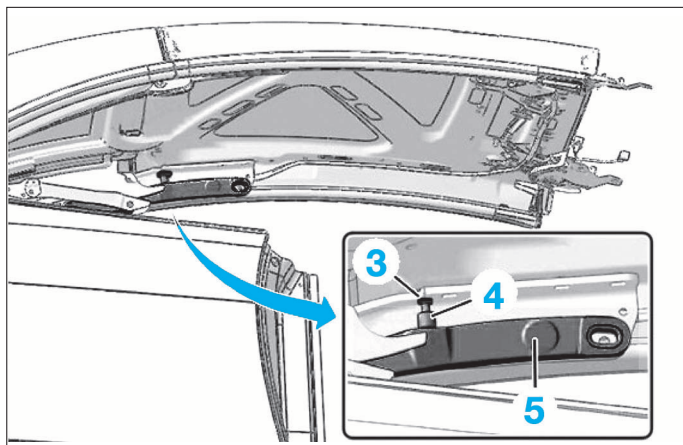

FIG. 94
- Desserrer le contre-écrou (3) de la butée (4) (Fig.94).
- Serrer la butée (4) dans le toit pour ne plus avoir de contact entre la butée et le bras de custode (5).
- Mettre en contact la butée (4) sur le bras de custode (5) pour avoir un jeu 0 avec le bras de custode.
- Desserrer la butée (4) de 2 tours.